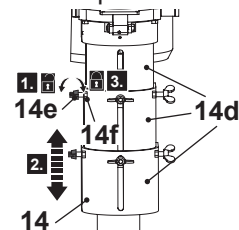

Fig. 10
1. Ajuste a cobertura (14d) da proteção do mandril (14) dependendo do comprimento da broca e da peça de trabalho que pretende perfurar.
2. Segure um parafuso hexagonal (14f) usando uma chave de porcas adequada e solte a porca de asas (14e), mas não a remova (Fig. 10, passo 1). Repita para os outros parafusos hexagonais (14f) e porcas de asas (14e).
3. Ajuste a altura da cobertura (14d) de acordo com as suas necessidades (Fig. 10, passo 2).
4. Aparafuse as porcas de asas (14e) para segurar a cobertura (14d) em posição (Fig. 10, passo 3). Não aperte demasiado para evitar rachas.